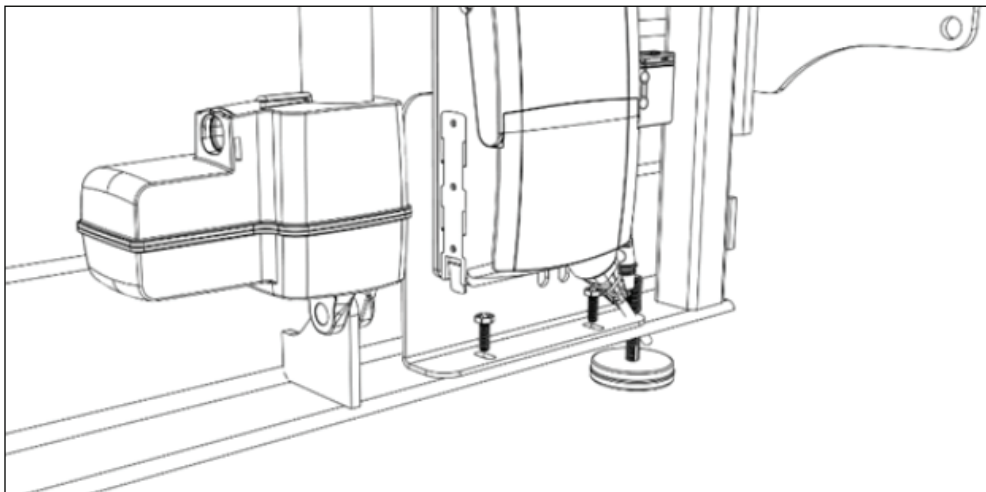

Figure 6 - Emplacement des boulons du support du boîtier de commande
1. Retirer les deux (2) boulons hexagonaux de 1/4 po qui fixent le support du boîtier de commande au cadre (voir la figure 6).